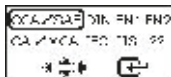

Fig.26
4. Uma vez que o tipo de bateria [WET] ou [AGM] for selecionado, Ele prosseguirá para a exibição como mostrado abaixo • (Fig. 26):